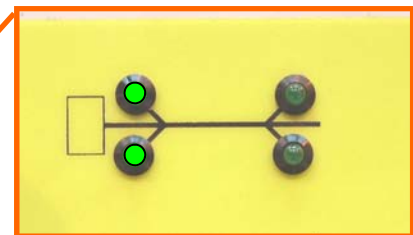

Abb. 6
5. Senken Sie die Abstützungen 1 u. 2, bis die grüne LED-Anzeige anzeigt, dass sie im Lastbetrieb sind (Abb. 6).